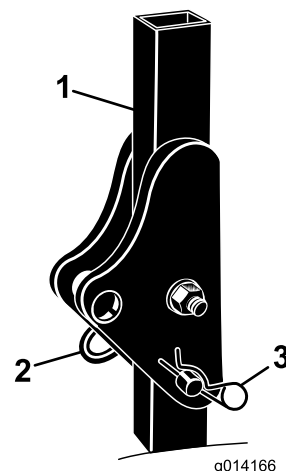

Рисунок 3
1. Извлеките U-образную шпильку и пальцы с защитной дуги (Рисунок 3).
2. Поднимите защитную дугу в вертикальное положение, вставьте два пальца и закрепите их U-образной шпилькой (Рисунок 3).